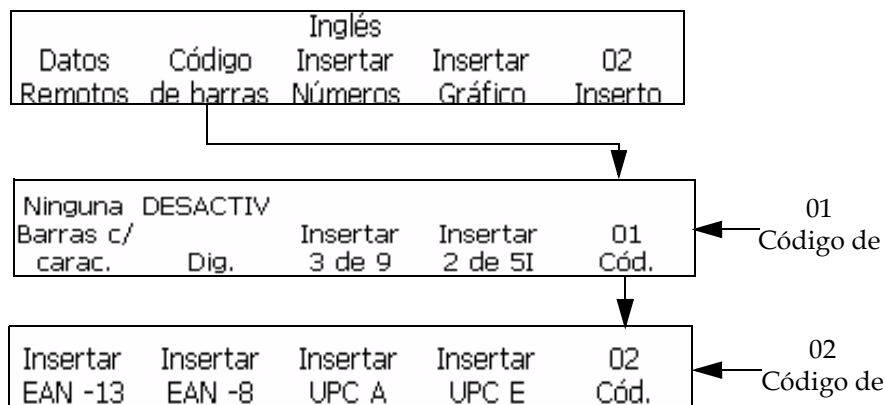

Figura 5-55: Marco <02 Código de>
- 1 Comience en el marco <02 Inserto> (01 Edición > 02 Edición - Insertos > 01 Inserto > 02 Inserto). Consulte la Figura 5-55.